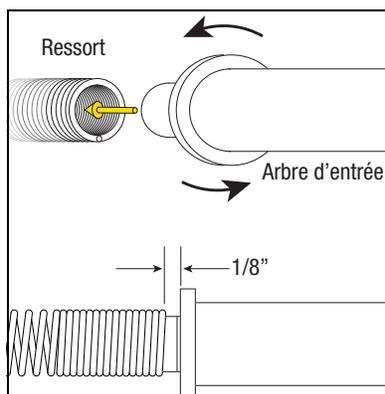

Figure 15. Vissage de l'arbre d'entrée dans le sens anti-horaire dans le ressort de l'encodeur
13. Avec le ressort de l'encodeur dans la main gauche et l'arbre d'entrée dans la main droite, orientez l'arbre d'entrée comme illustré à la Figure 15, puis faites pivoter l'arbre d'entrée dans le sens anti-horaire en le « vissant » dans le ressort jusqu'à ce que la bride sur l'arbre d'entrée soit à environ 1/8" de l'extrémité du ressort.